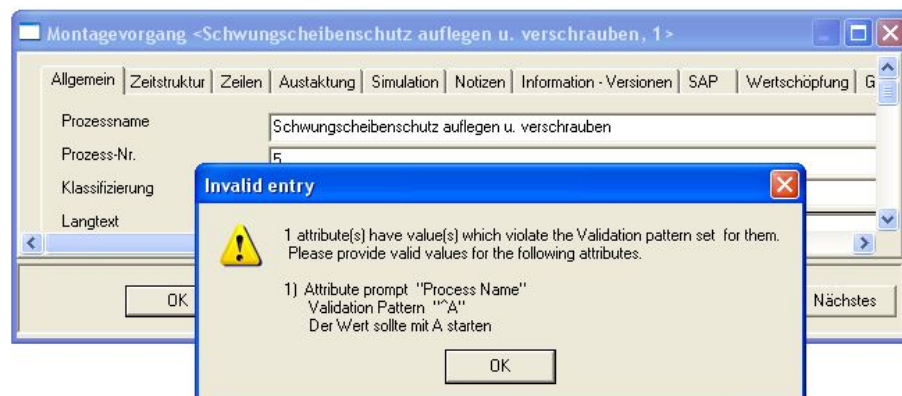

Abbildung 109: Wert auf 5 ändern
- ➔ Im Beispiel wird der Wert auf 5 geändert, siehe Abbildung 109.
- ➔ Nachdem der Wert auf 5 geändert wurde, und Sie zu speichern versuchen, wird dies mit einer Meldung angezeigt: siehe Abbildung 109.